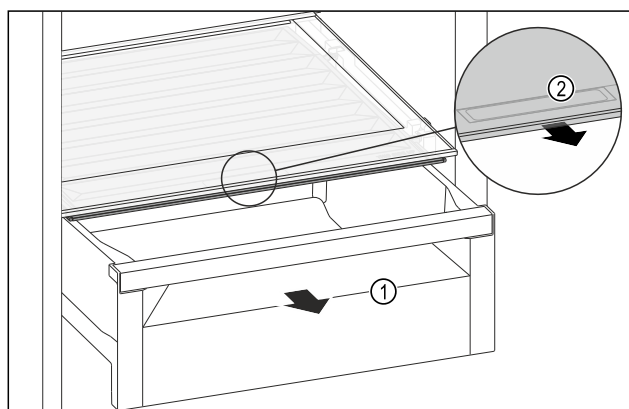

Fig. 66
- Zásuvku Fig. 66 (1) vytáhněte.
- Uchopte prohlubeň pro rukojeť Fig. 66 (2) na víku zásuvky a současně zatáhněte za víko zásuvky směrem dopředu.